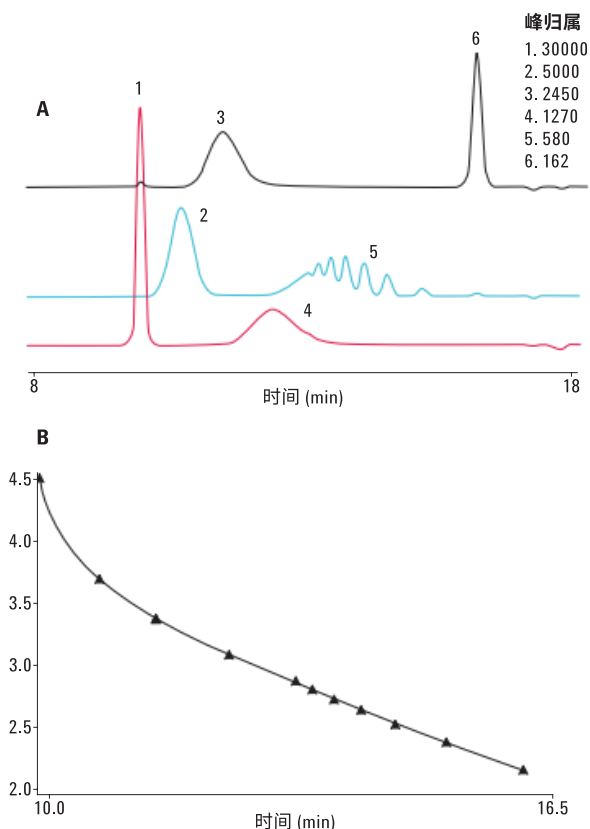

图 4. 小孔径色谱柱的校准
**流速标记物：**为标记运行结束，将甲苯、BHT、丙酮或乙二醇等小分子加入到所有样品中作为流速标记物。来自标记物的窄峰（图 4，峰 6）可用于测量柱效并发现对于宽样品峰不明显的性能下降、拖尾和保留时间偏移。